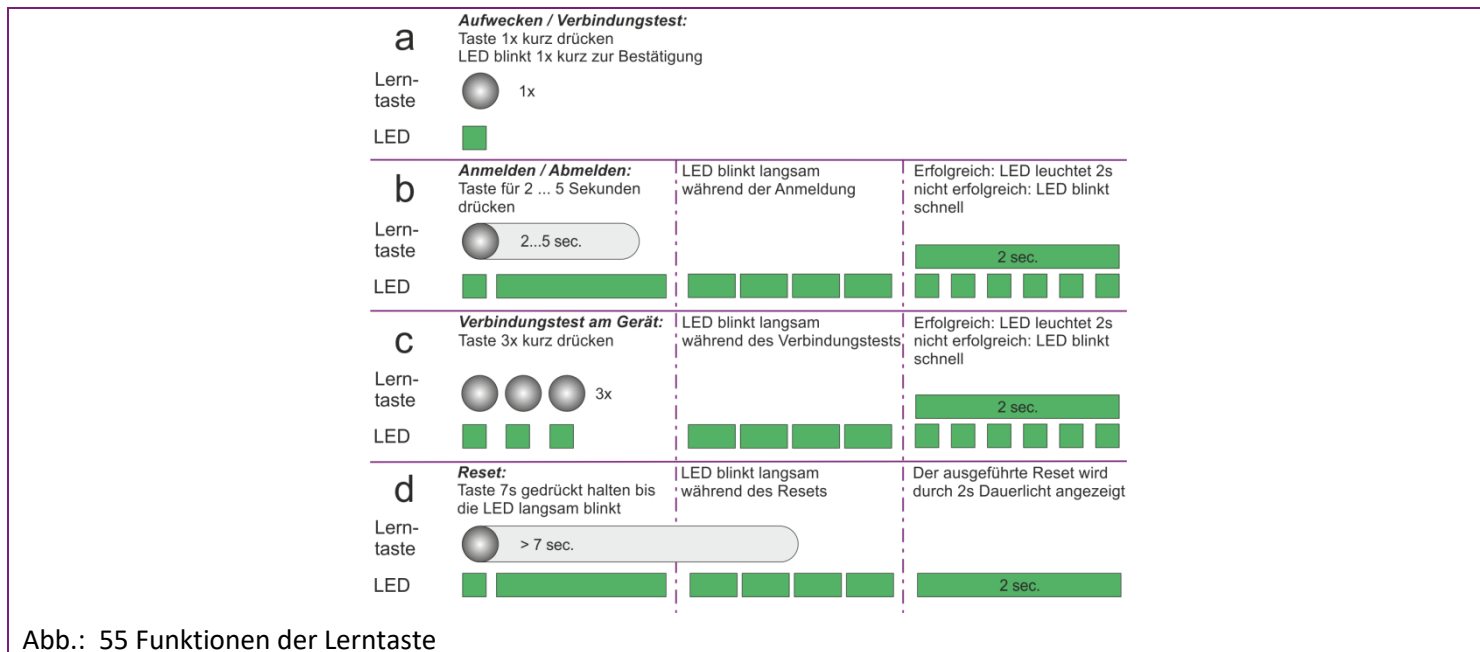

Abb.: 55 Funktionen der Lerntaste
Mit dem Reset wird das Gerät auf die Werkseinstellung zurückgesetzt. Drücken Sie hierfür die Lerntaste (5) für 7 Sek. bis die LED blinkt (Siehe auch Abb. 55: Funktionen der Lerntaste", Zeile "d").